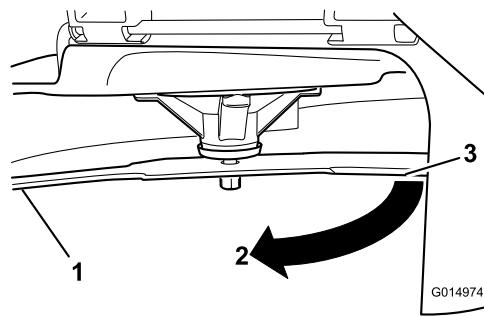

Рисунок 74
- Измеренное расстояние между ножом и поверхностью (A)
- Поверните тот же нож на 180 градусов, чтобы теперь его противоположная режущая кромка была в том же положении (Рисунок 74).